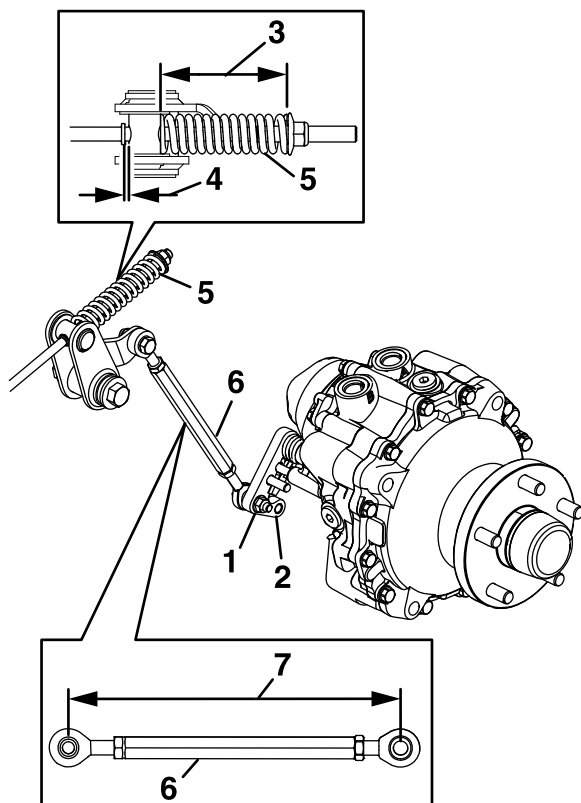

Figura 59
7. Mida la longitud del conjunto de enganche (Figura 59).
8. Mida la longitud del muelle (Figura 59).